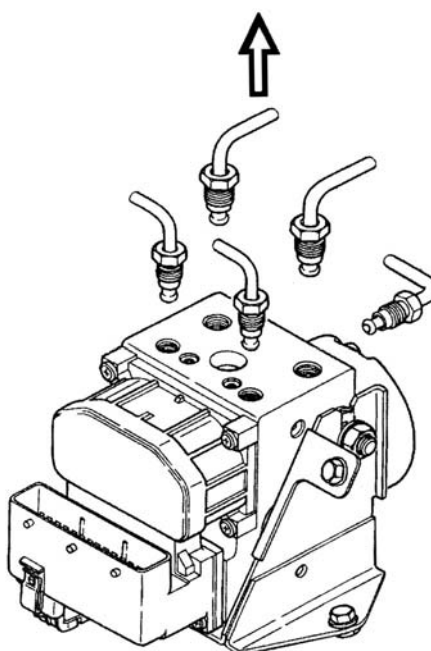

Рис. 7.16. Отсоединение трубопроводов от гидроагрегата
- отсоединить пять трубопроводов от гидроагрегата (рис. 7.16);